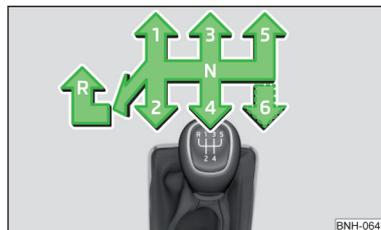

Fig. 103
» fig. 103.
- Placez le levier de vitesse complètement vers le bas et vers la droite plus vers l'arrière en position **R** » fig. 103.